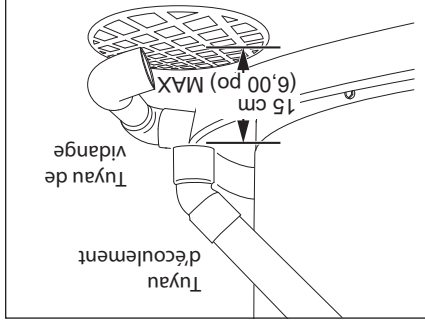

Figure 14 - Le tuyau d'écoulement de la soupape DST doit déboucher à un maximum de 15 cm (6 po) au-dessus d'un siphon de sol ou à l'extérieur.
**4** Ne placer aucun robinet ou autre restriction entre la cuve et la soupape DST. Ne pas fermer, obstruer, poser un bouchon ou insérer un robinet entre la soupape DST et l'extrémité du tuyau d'écoulement. Ne pas insérer ni poser de réducteur dans le tuyau d'écoulement (Figure 14).